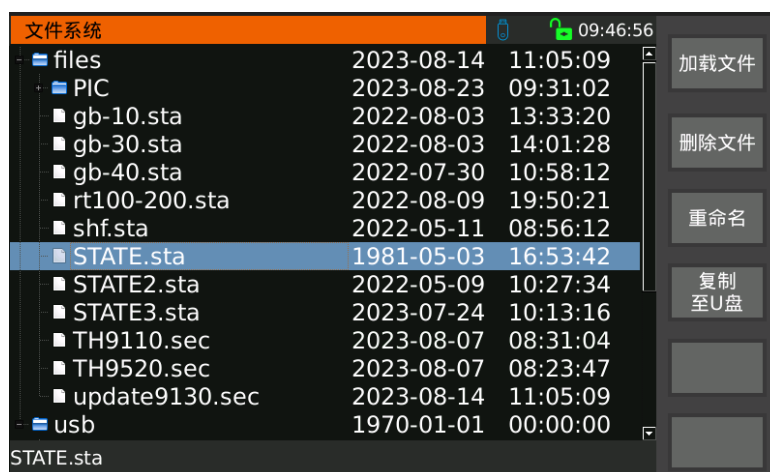

图 3-43 内部文件操作界面
- 3、通过【OK】键或触摸屏幕到欲设置的文件项目，通过 F1~F6 键可进行相应的操作，如图 3-43 及 3-44 所示。